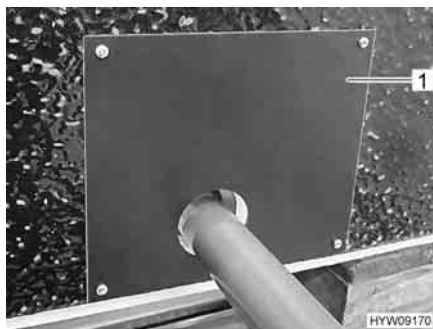

Fig. 159 Copertura del serbatoio delle acque grigie
- Rimuovere la copertura (Fig. 159,1) del serbatoio delle acque grigie.
- Posizionare la copertura (Fig. 159,1).